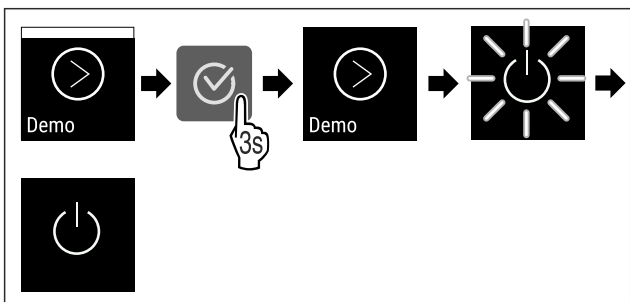

Fig. 100
- ▶ Suivre les étapes (voir Fig. 100) .